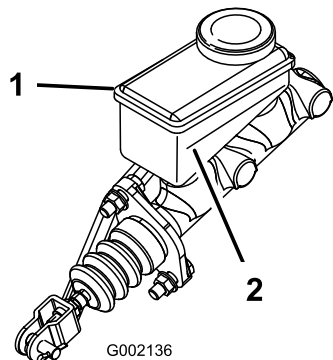

図 56
3. タンクの側面についているマークで、量を点検する 図 56。
- B. 最低ラインより上まで DOT 3 ブレーキ液を補給する 図 56。